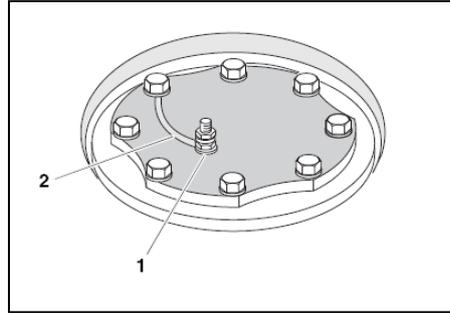

Рис. 16 Заземление магниевого анода-протектора (схематическое изображение)
- Установите клемму кабеля заземления и зажмите её шестигранной гайкой (Рис. 16).